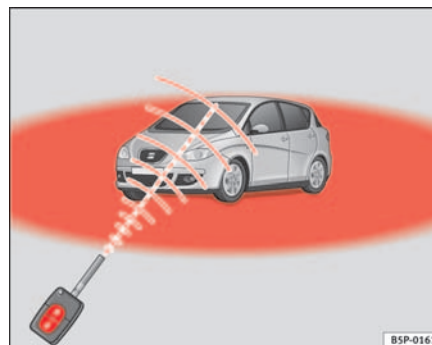

Abb. 65 Wirkungs-
- Die Funk-Fernbedienung funktioniert nur, wenn Sie sich im Wirkungsbereich befinden ⇒ Seite 101, Abb. 65 (rote Fläche).